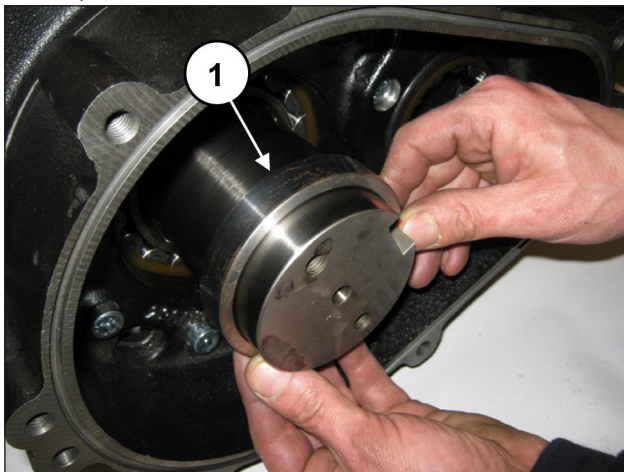
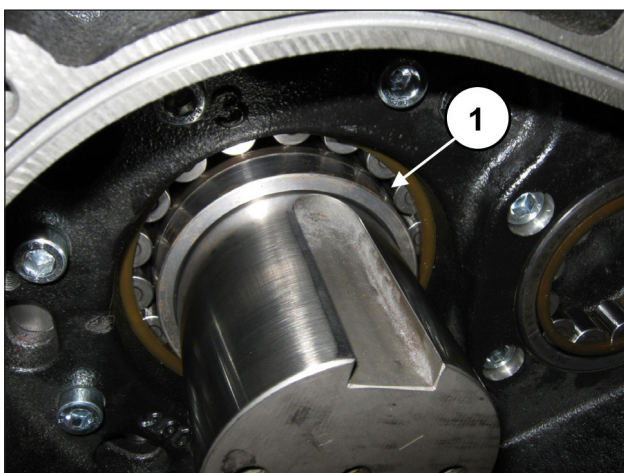

Abb. 72
Abb. 73
Setzen Sie den Zahnkranz-Stützring in den Stummel der Kurbelwelle (Pos. ①, Abb. 72) bis auf Anschlag ein (Pos. ①, Abb. 73).